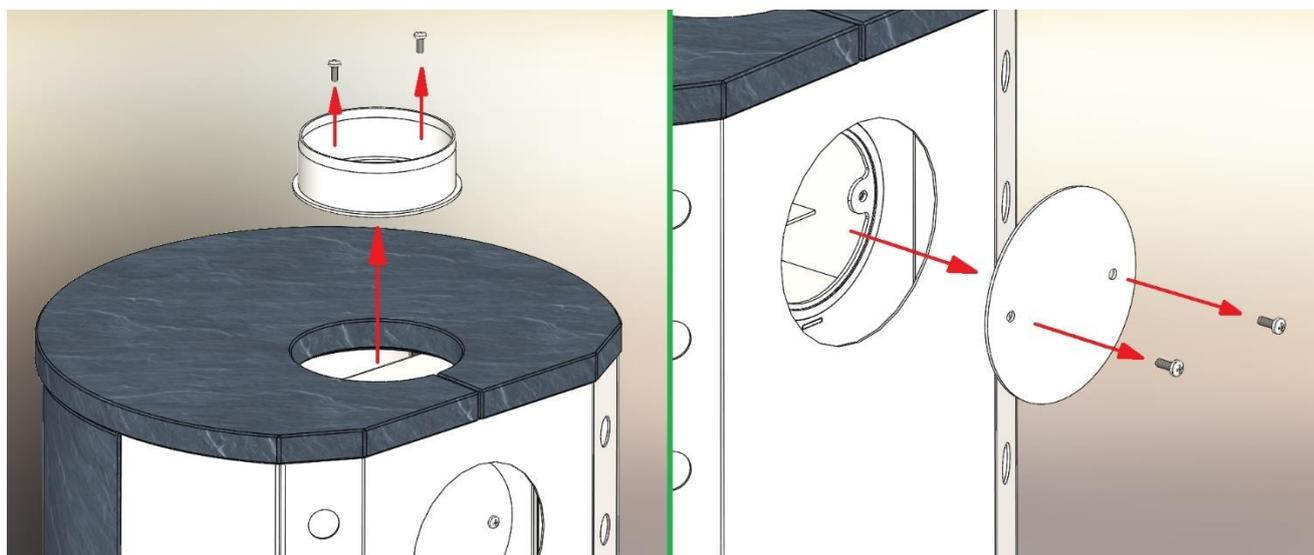

Abbildung 2 Entfernen des Rauchabzugsanschlusses / Rauchabzugdeckels
3. Abbildung 2 Entfernen des Rauchabzugsanschlusses / Rauchabzugdeckels	Seite 4